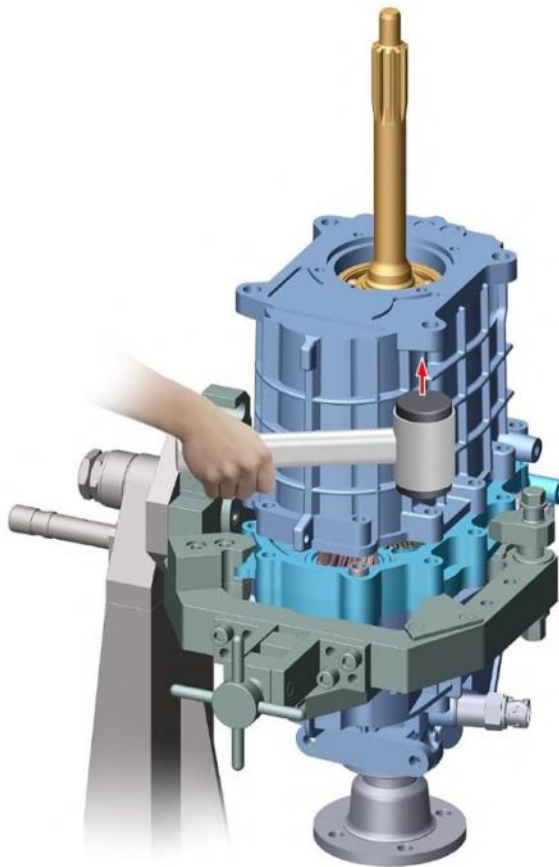

Рис. 3.33. Снятие переднего картера
- демонтировать передний картер коробки передач (воздействуя на ушки крепления переднего картера к картеру сцепления) (рис. 3.33), удерживая пластину и задний картер. При разъединении картеров не допускается воздействовать на торец носка первичного вала, так как это приводит к повреждению синхронизатора;